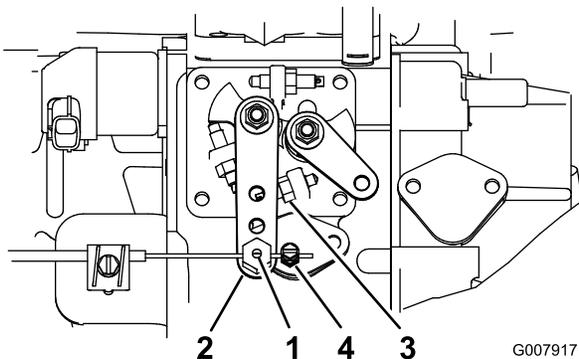

图54
2. 拧松油门拉线接头，接头位于油门拉线上靠近喷射泵控制杆的地方（图54）。
3. 将喷射泵控制杆臂固定到高怠速限位器（图54）上。